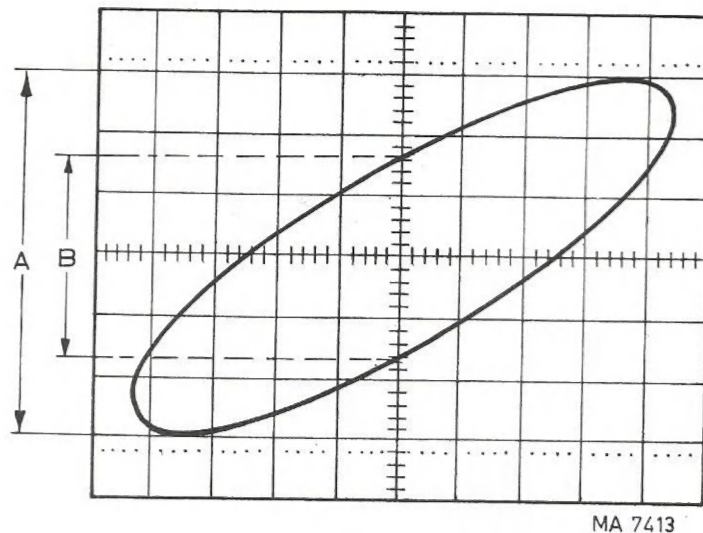

Abb. VIII-16. Phasendifferenzmessung in X-Y Betrieb
- Zum Erhalt einer symmetrischen Ellipse, deren Ober- und Unterseite die horizontalen Rasterlinien berühren (Abb. VIII-16) betätige man die Schalter und Potentiometer AMPL. in Kombination mit den beiden Reglern für die Y-Position.